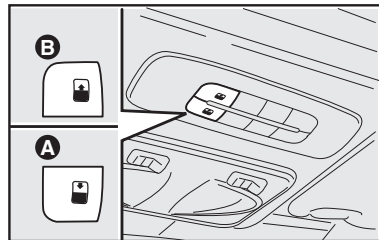

fig. 83
O funcionamento do teto solar apenas ocorre com a chave de ignição na posição **MAR**. Os comandos **A e B-fig. 83** próximos da luz interna dianteira comandam as funções de abertura/fechamento do teto solar.
Pressionar o botão **B-fig. 83** e mantê-lo pressionado, o painel de vidro do teto solar ficará na posição “spoiler”. Pressionar novamente o botão **B-fig. 83** e, agindo no comando por mais de meio segundo, se inicia o movimento do vidro do teto, que prossegue automaticamente até o fim de curso. O vidro do teto pode ser bloqueado numa posição intermediária agindo novamente no botão.
A partir da posição de abertura completa, pressionar o botão **A-fig. 83** e, atuando no botão por mais de meio segundo, o vidro dianteiro do teto ficará automaticamente na posição “spoiler”. Pressionar novamente o botão **A-fig. 83**
- pressionar o botão **A-fig. 83** para fazer com que o teto, a impulsos, se feche totalmente;